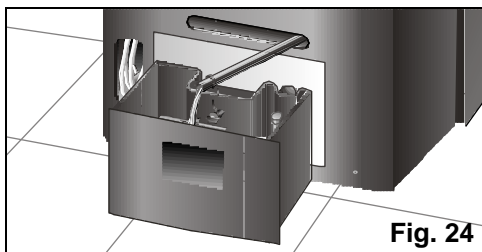

Fig. 24
- ❑ Antes, vaciar el agua de condensación que se encuentra en el depósito interno sacando de su alojamiento el tubo evacuación de agua y desmontando el tapón, **Fig. 24**, para evacuar el agua generada. Para ello deberá situar un recipiente (o el depósito extraíble del equipo) a la salida del tubo evacuación de agua donde recoger el agua condensada o dirigir dicho tubo hacia un desagüe próximo. Una vez vaciado el depósito, no olvide colocar tapón y tubo en su alojamiento.